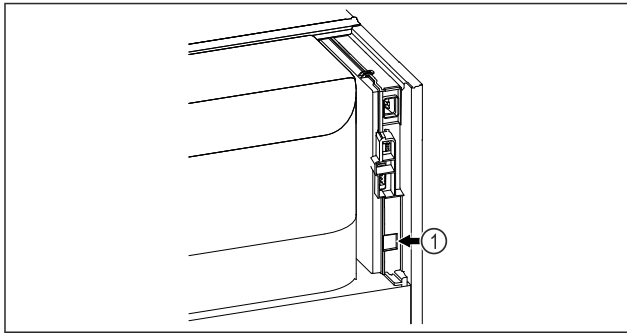

Fig. 146
- ❑ SmartModule Fig. 146 (1) naudojamas.